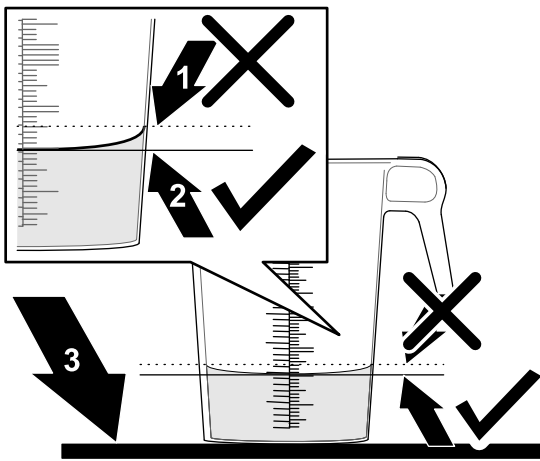

Рисунок 36
6. Поставьте градуированную емкость на ровную поверхность и определите объем жидкости (Рисунок 36).